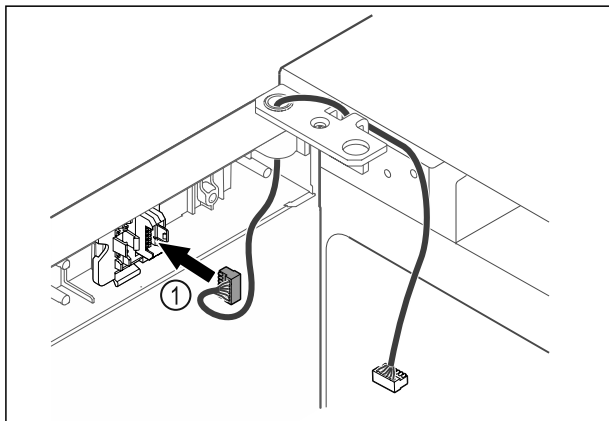

Fig. 46
- Вставити штекер Fig. 46 (1) в кріплення штекера.